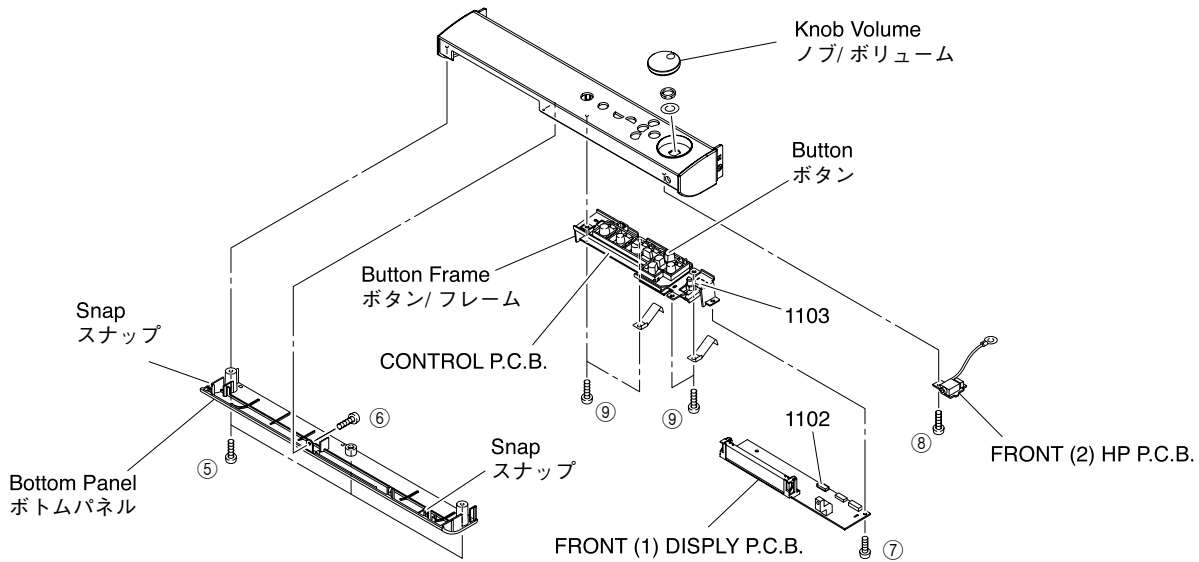

Fig. 3
- * Be sure to use M3 x 6 type for screws (⑥).
- c. Remove the connector 1102. (Fig. 3)
- d. Remove 1 screw (⑦). (Fig. 3)
- e. Remove FRONT (1) DISPLAY P.C.B..
- f. Remove the connector 1103. (Fig. 3)
- g. Remove 1 screw (⑧).
- h. Remove FRONT (2) HP P.C.B..
- j. Remove 4 screws (⑨). (Fig. 3)
- a. ⑤のねじ3本、⑥のネジ1本を外します。(Fig.3)
- * 組立時、⑥のネジは必ずM3×6を使用してください。
- c. コネクター1102を外します。(Fig. 3)
- d. ⑦のネジ1本を外します。(Fig. 3)
- f. コネクター1103を外します。(Fig. 3)
- g. ⑧のネジ1本を外します。(Fig. 3)
- j. ⑨のネジ4本を外します。(Fig. 3)